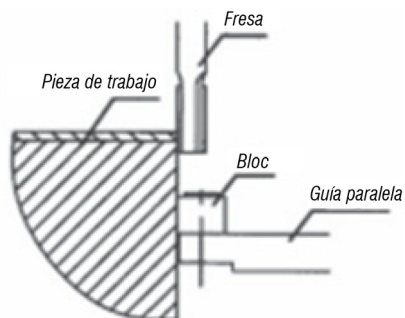

Fig. 11 – Cortes curvos
3. Durante el corte, cerciórese de que el bloque esté tocando la faz de la pieza que está siendo fresada conforme Fig. 11.